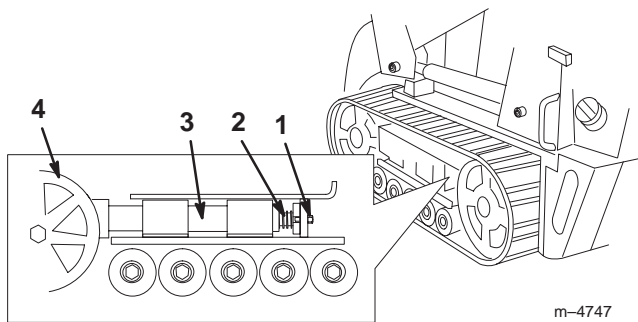

Figure 36
3. Enlevez le boulon de blocage et l'écrou (Fig. 36).
5. Alignez l'encoche la plus proche dans la vis de tension avec le trou du boulon de blocage et fixez la vis avec le boulon et l'écrou (Fig. 36).
4. À l'aide d'une clé à douille de 1/2 pouce, tournez la vis de tension dans le sens horaire pour détendre la transmission (Fig. 36 et 37).
4. À l'aide d'une clé à douille de 1/2 pouce, tournez la vis de tension dans le sens horaire pour détendre la transmission (Fig. 36 et 38).